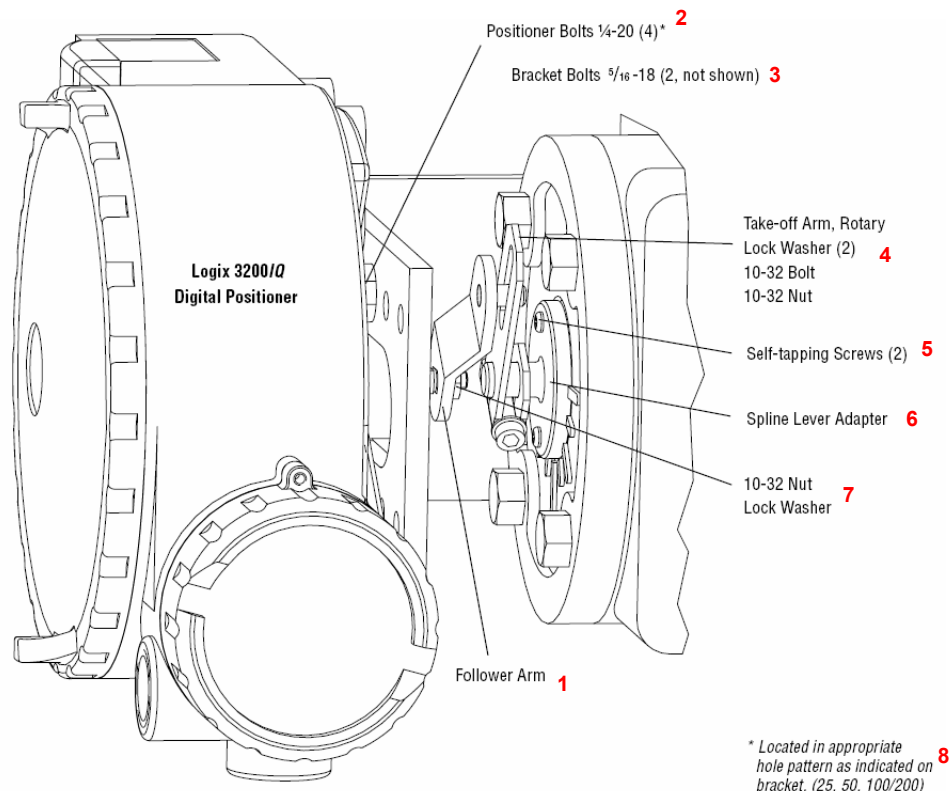

Рисунок 4. Стандартная схема установки на поворотном клапане
5.2 Монтаж на стандартных поворотных клапанах Valtek (см. рисунок 4)